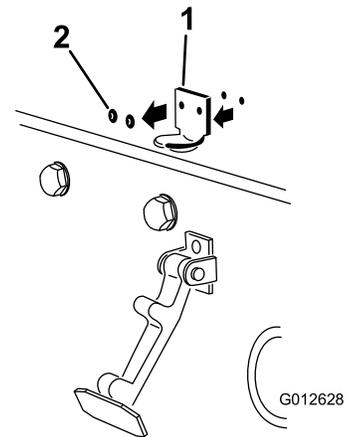

Figure 7
2. Retirez les (2) rivets qui fixent le support du verrou au capot (Figure 7) et déposez le support du capot.